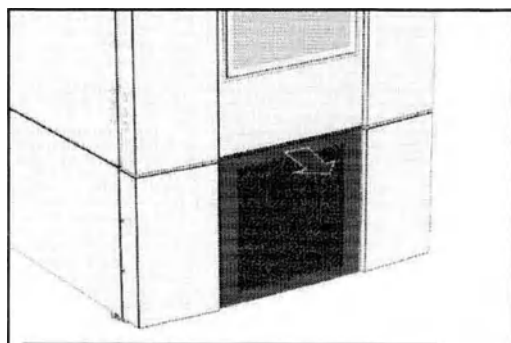

Рисунок 36: Закрытая крышка
- Снимите крышку конденсатора, потянув ее вверх (рисунок 36).